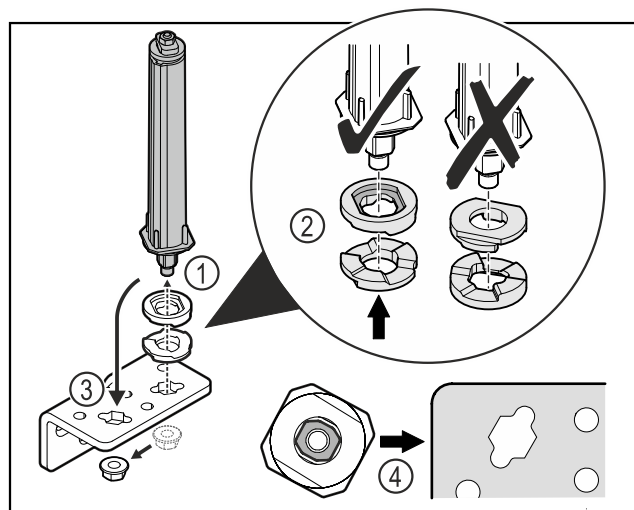

Fig. 31
- Moer losdraaien en deursluitsysteem verwijderen Fig. 31 (1).
- De correctie uitlijning van de hoogte-instelschijven in acht nemen Fig. 31 (2).
- Deursluitsysteem in de scharnierhoek verplaatsen en met de moer vastzetten Fig. 31 (3).
- Bij het plaatsen de correcte uitlijning van het deursluitsysteem in acht nemen Fig. 31 (4).